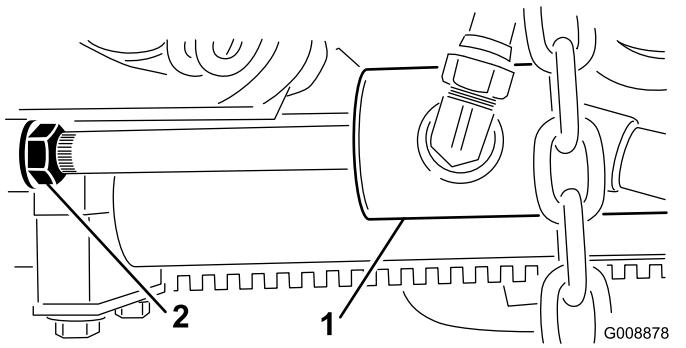

Figure 27
2. Desserrez l'écrou de blocage sur la tige du vérin de levage (Figure 27).